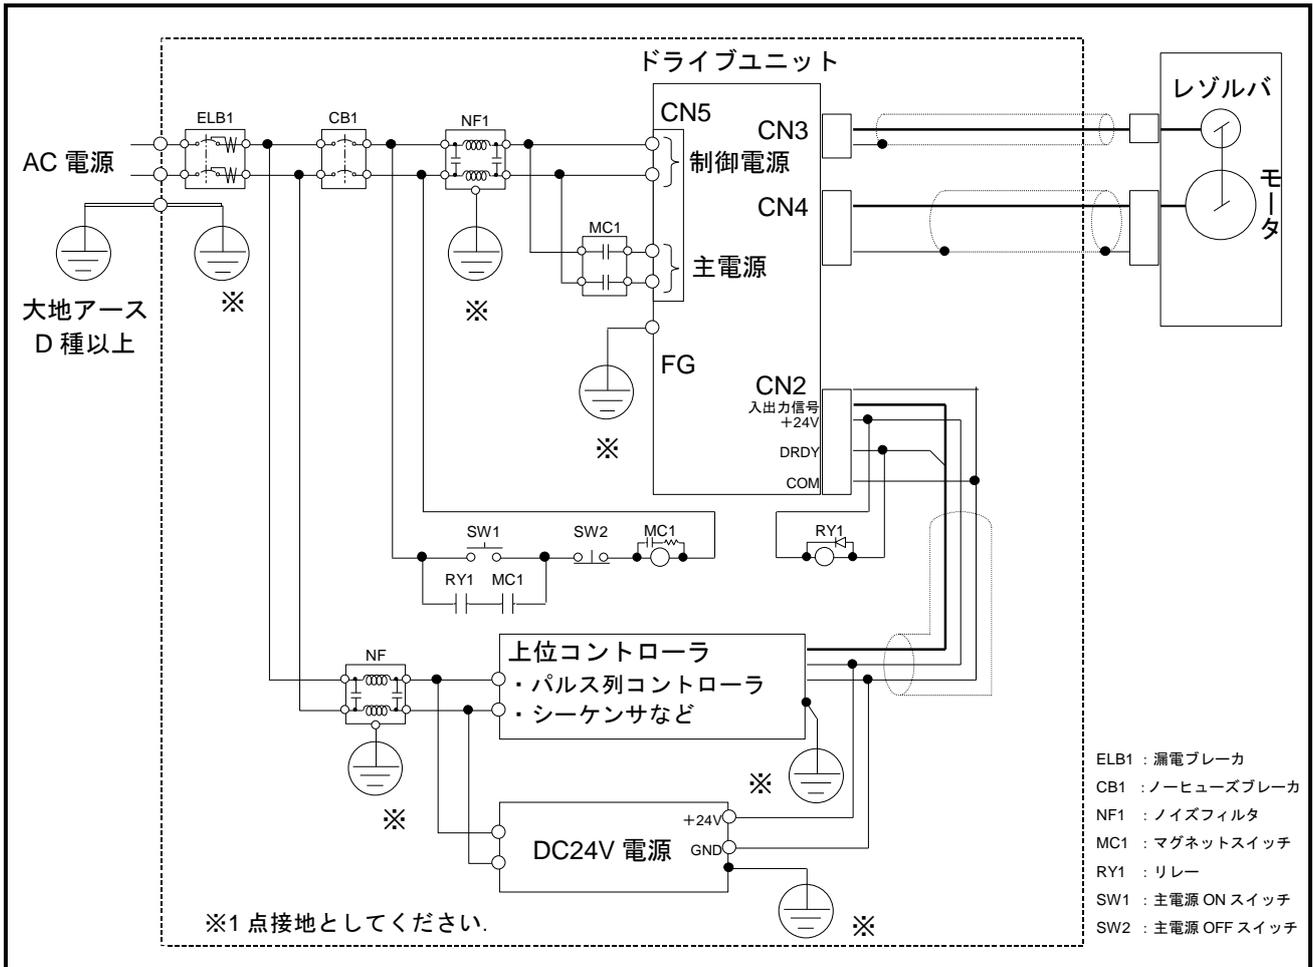

図 3-7：電源配線例
- 電源配線は「図 3-7：電源配線例」を参照してください。